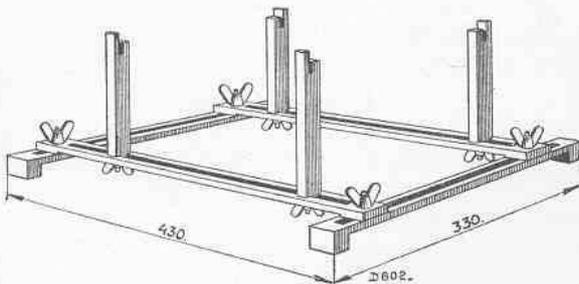

Fig. 2
1. Dans le cas où l'on défait le châssis des étriers, utiliser, pour le dépannage, un banc de montage spécial, de préférence le petit banc universel (fig. 2) No. de Code 09.991.000.